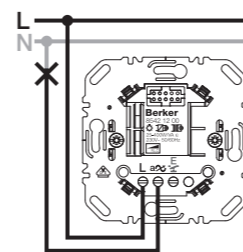

Figure 3 : variateur à poussoir 1 sortie
- Raccorder le variateur à poussoir et, en option, les postes secondaires conformément au schéma de branchement (figures 3 à 6).